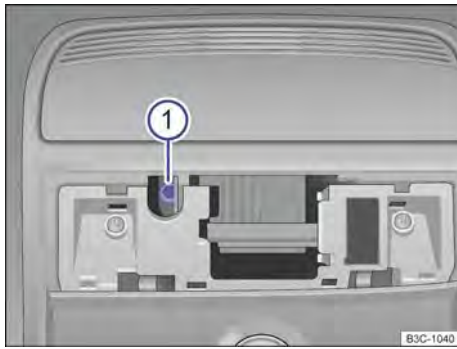

Fig. 71 Parafuso sextavado para fechar o teto de vidro.
- Encaixar uma chave sextavada comum¹⁾ de tamanho de 4 mm no parafuso sextavado → Fig. 71 ①.